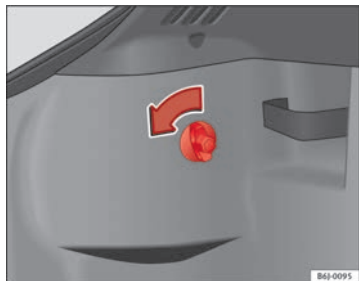

Fig. 165 Accesso ai fanali posteriori
- Ruotare la vite nel senso della freccia con la mano o aiutandosi con un cacciavite ⇒ fig. 165.
- Togliere il connettore dall'alloggiamento (A) ⇒ fig. 165.